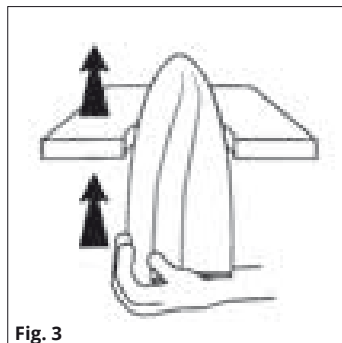
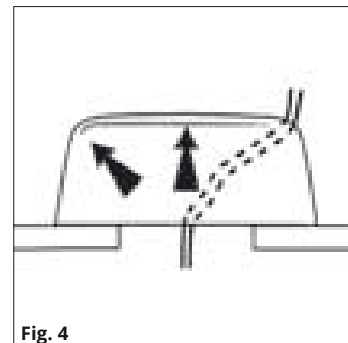

Fig. 3
Fig. 4
- Tirare delicatamente le estremità in rame fino a che la piega a "L" fuoriesca dal controsoffitto (Fig. 3).
- Tagliare la parte in eccesso dei terminali (Fig. 4), dopo di che sarà possibile installare il faretto.
- Inserire la copertura all'interno del foro (Fig. 3).
- Centrarla sul foro (Fig. 4).
- I cablaggi possono essere passati attraverso i fori di aerazione (Fig. 4).
- Assicurarsi che gli spacchi presenti sul bordo della copertura si incastrino sui profili portanti del controsoffitto (Fig. 3) e che la copertura poggi planarmente sui pannelli adiacenti al quadrato dove verrà installato il corpo illuminante (Fig. 4).
- Far passare il cablaggio della lampada nei fori precedentemente approntati e posizionare la plafoniera (Fig. 4).